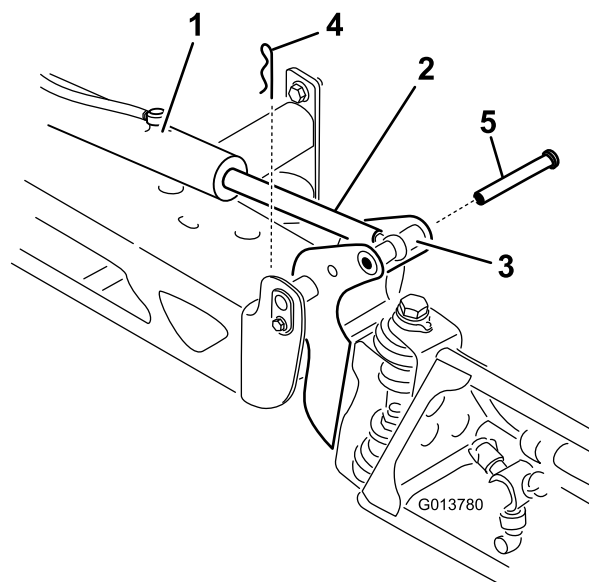

Figure 109
3. Élevez la rampe et retirez l'axe (Figure 109), puis abaissez lentement la rampe au sol.
2. Retirez la goupille fendue de l'axe de pivotement (Figure 109).
9. Tout en maintenant la rampe, insérez l'axe dans le pivot de rampe et la tige de vérin (Figure 109).